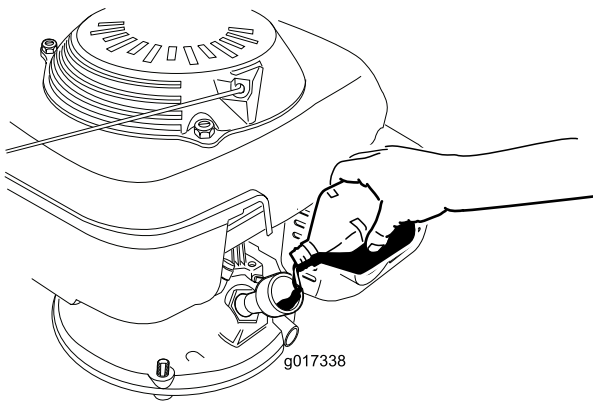

Figure 8
3. Versez **lentement** l'huile dans l'orifice de remplissage, patientez 3 minutes puis vérifiez le niveau d'huile sur la jauge en essuyant cette dernière sur un chiffon propre et en l'insérant dans l'orifice, **mais sans visser** le bouchon (Figure 8).